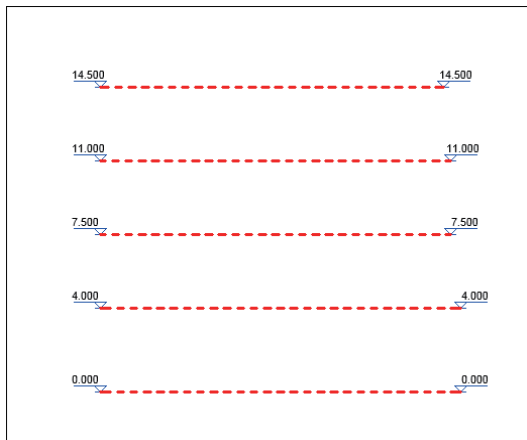

图2-56 修改结果
- 09 修改标高线的线型与颜色的效果如图2-56所示。默认的标高线样式为细实线，颜色为黑色。用户在创建项目的过程中，可以随时更改标高线的显示样式。